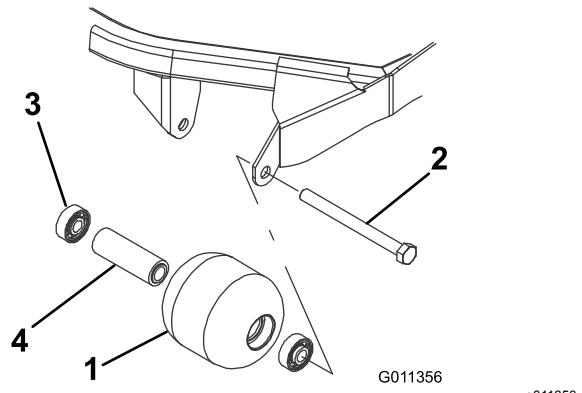

Figura 82
- Retire el perno de montaje del rodillo (Figura 82).
4. Inspeccione el alojamiento del rodillo, los cojinetes, y el espaciador del cojinete (Figura 82).
1. Introduzca a presión el primer cojinete en el alojamiento del rodillo (Figura 82). Haga presión solamente sobre el anillo de rodadura exterior, o de forma igual sobre el anillo exterior y el interior.
2. Introduzca el espaciador (Figura 82).
3. Introduzca a presión el segundo cojinete en el alojamiento del rodillo (Figura 82) haciendo presión igualmente sobre el anillo de rodadura interior y el exterior hasta que el anillo de rodadura interior entre en contacto con el espaciador.